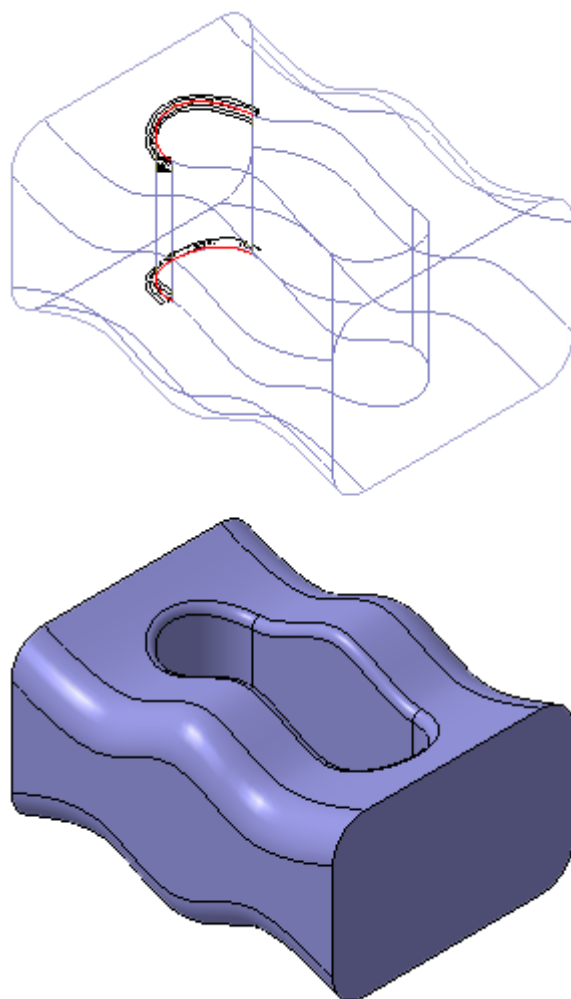

Рисунок 29.
- Скруглите края паза радиусом 1 мм. Для этого укажите по одному ребру с каждой стороны (рис. 29).